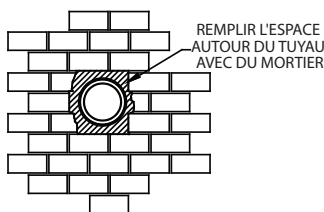

Figure 27
7. Une fois la section horizontale du tuyau en place, l'espace entre le tuyau et la maçonnerie peut être rempli de coulis haute température, si désiré (*Figure 27*).